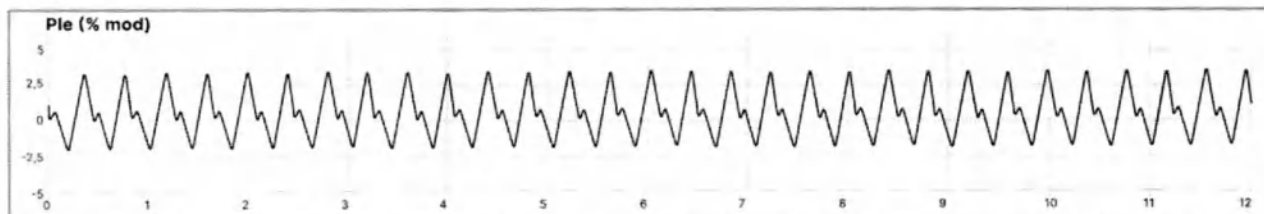

Рисунок 8.2 – Кривая фотоплетизмограммы
- 2 Проконтролируйте отображение фотоплетизмограммы (см. рисунок 8.2) и качество ее отображения. При плохом качестве отображения, причиной которого может быть низкий уровень наполнения пульсовой волны переустановите датчик на пациенте таким образом, чтобы увеличить уровень наполнения.